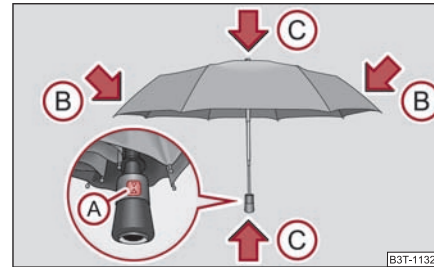

Fig. 119 Plierea umbrelei
- Apăsați tasta (A) ⇒ fig. 119.